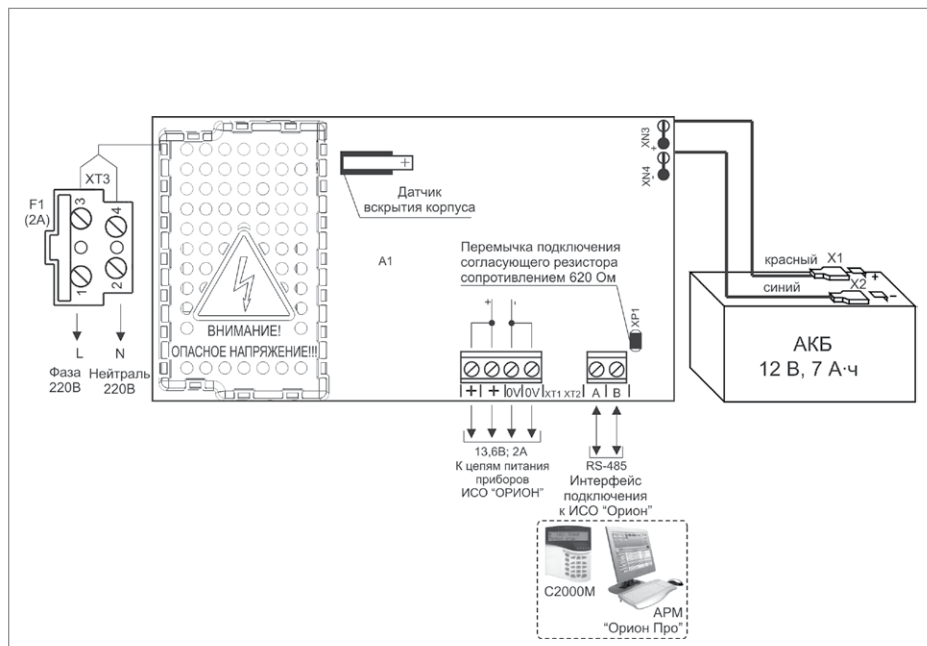

Рисунок 4.
2.6. Схема подключения РИП-12-исп.54 (РИП-12-2/7П2-Р-RS) приведена на рис. 4.
- 2.14. Проверьте правильность произведённого монтажа в соответствии со схемой подключения (рис. 4).
- 2.24. Отключите АКБ от платы РИП, отсоединив контакты Х1, Х2 от клемм АКБ (см. рис. 4).